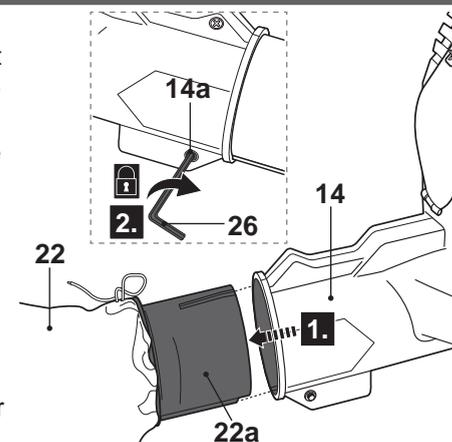

Fig. 8
- > Alignez l'encoche et insérez l'entrée du sac [22 a] dans l'ouverture [14] (Fig. 8, étape 1).
- > Serrez le boulon de fixation [14a] à l'aide de la clé hexagonale [26] pour fixer le raccordement (Fig. 8, étape 2).